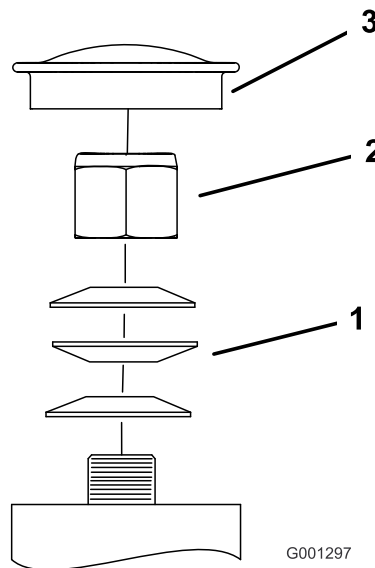

Figure 62
3. Retirez le capuchon antipoussière de la roue pivotante et serrez le contre-écrou (Figure 62).
4. Continuez de serrer le contre-écrou jusqu'à ce que les rondelles élastiques soient aplaties, puis desserrez-le de 1/4 de tour pour obtenir la précharge correcte des roulements (Figure 62).
Important: Veillez à placer les rondelles élastiques comme montré à la Figure 62.
5. Remettez le capuchon antipoussière en place (Figure 62).